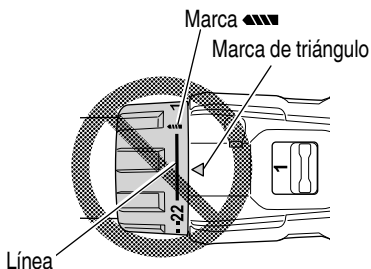

Fig. 13
- Evite usar la unidad con el número del dial del embrague entre "22" y la línea provista en el medio de la marca del taladro "▀". Si lo hiciese, se podrían producir daños (Consulte la Fig. 13).